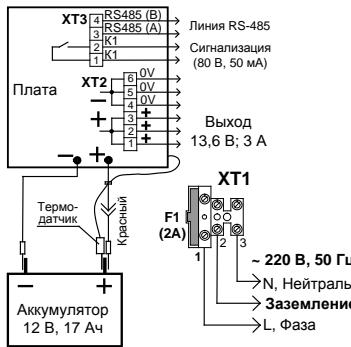

Рис. 2
При подключении внешнего питающего напряжения 220 В к сетевой колодке XT1 необходимо соблюдать правильность подключения проводов «фаза», «нейтраль» и «заземление». Подключение цепей к РИП производить в соответствии с рис. 2. Схема подключения расположена на внутренней стороне корпуса РИП.
3.2.4 Согласно схеме соединений (рис. 2):
б) изъять из колодки вставку F1 (2 А), подключить сетевые провода к входной колодке (фаза (L) должна быть подключена к XT1:1, см. рис. 2);
г) подключить согласно проекта на систему выход опореле K1 и линию связи RS-485 (см. рис. 2).